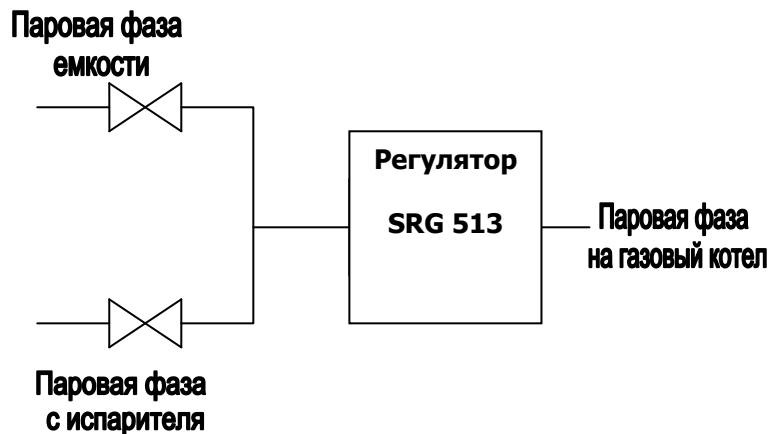
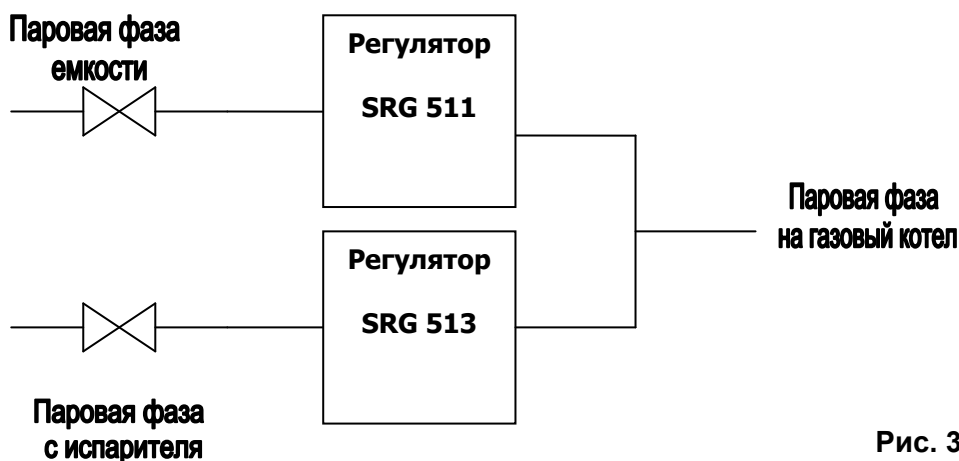

Рис. 2
Рис. 3
- Летний вариант, обычное испарение с использованием зеркала испарения всей емкости, при этом максимальная производительность рассчитывается, исходя из размеров емкости, например, емкость 6400 до 10-15 кг/час. При данном варианте необходимо переключить регулятор на вентиль отбора паровой фазы с емкости (см. рис.2) или установить дополнительный регулятор SRG 511 для отбора паровой фазы естественного испарения (см. рис.3)